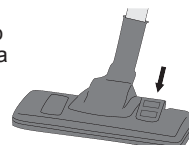

Figura 4 Superfici morbide o dure
5. Assicurarsi di regolare la bocca aspirante a seconda dell'utilizzo su superfici dure o morbide agendo col piede sull'apposito selettore (vedere la figura 4). Se si desidera pulire una superficie dura, agire sulla parte posteriore del selettore per fare fuoriuscire le spazzole dalla bocca aspirante combinata. Se si desidera pulire una superficie morbida, agire sulla parte anteriore dell'apposito selettore.